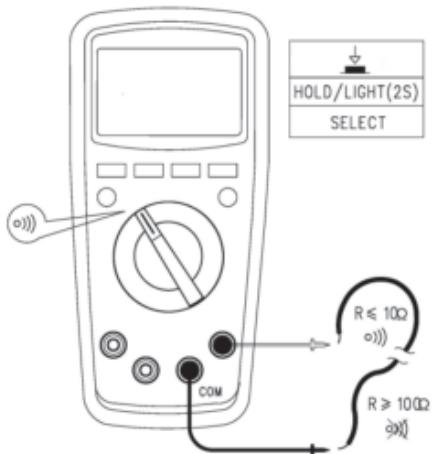

Рис. 5
7.3. Прозвонка электрических цепей (см. рис. 5)